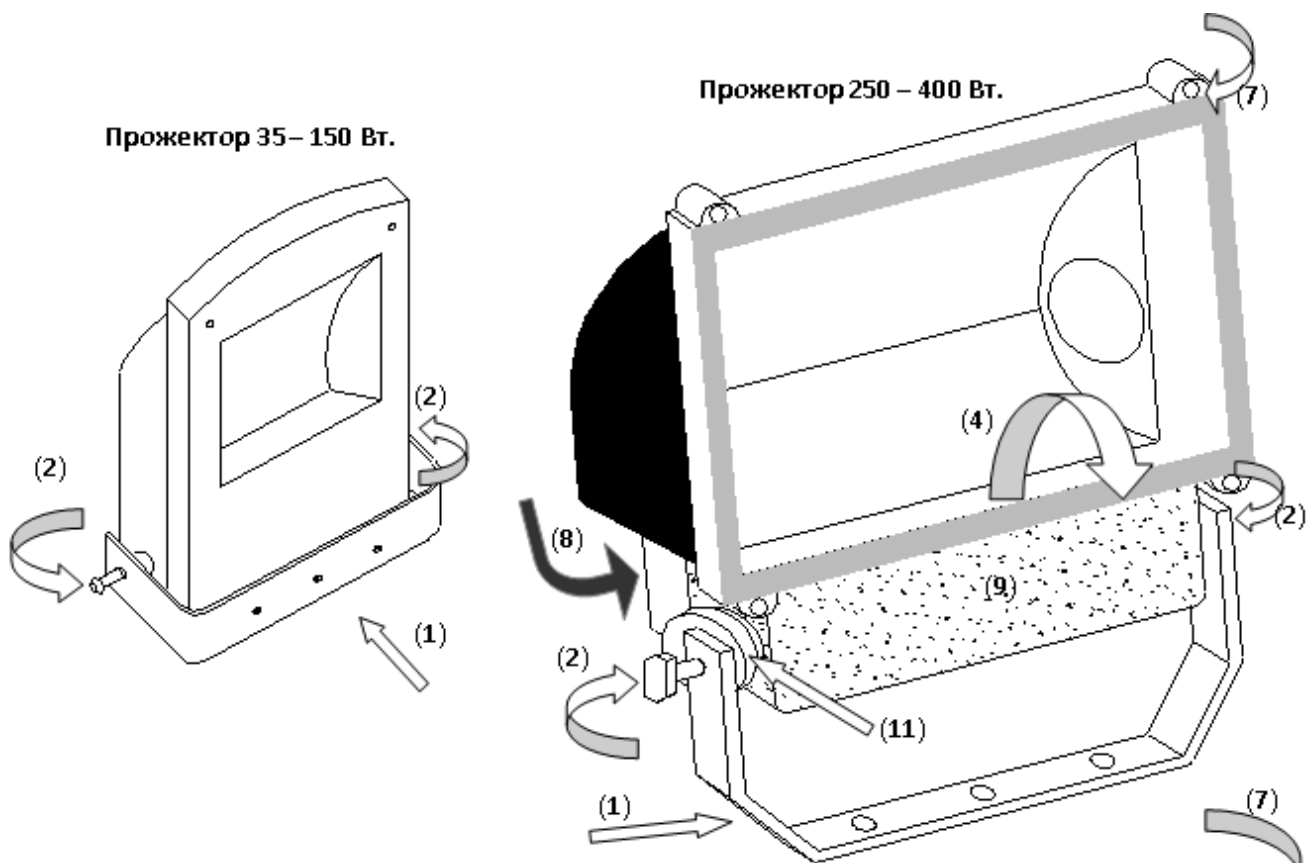
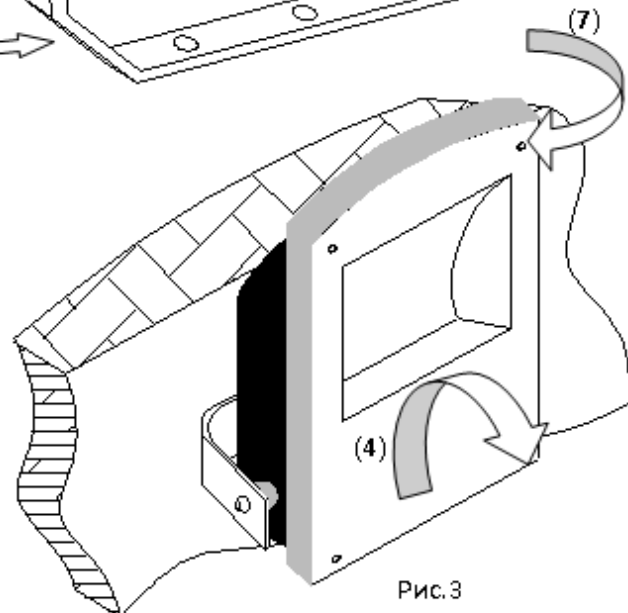
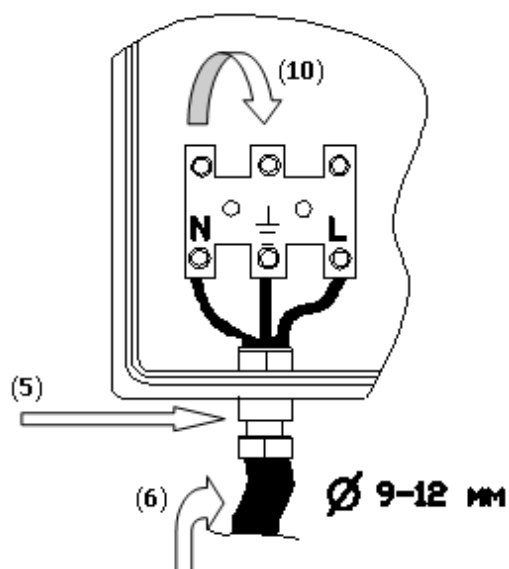

Рис.1
Рис.3
Рис.4
- ❖ С распакованного прожектора снять лиру (1), отвернув два винта (2) ее крепления на корпусе (рис.1).
- ❖ Установить корпус прожектора на лире так, чтобы она не препятствовала вала откидыванию передней крышки (4) прожектора (рис.3) и вводу питающего кабеля (5) в кабельную втулку (6) (рис.4).
- ❖ Откинуть переднюю крышку (4) (рамку с защитным стеклом прожектора 250 или 400 Вт), отвернув 4 винта (7) ее крепления на корпусе (рис.3). У прожектора 250 – 400 Вт снять заднюю крышку (8) электрического бокса (9) (рис.1).
- ❖ Ввести в кабельную втулку (5) подготовленный кабель питания (6) и закрепить его концы в клеммной колодке (10), соблюдая указанную полярность (рис.4).
- ❖ Установить прожектор под необходимым углом к вертикали, используя угломерную шкалу (11), и закрепить корпус прожектора на